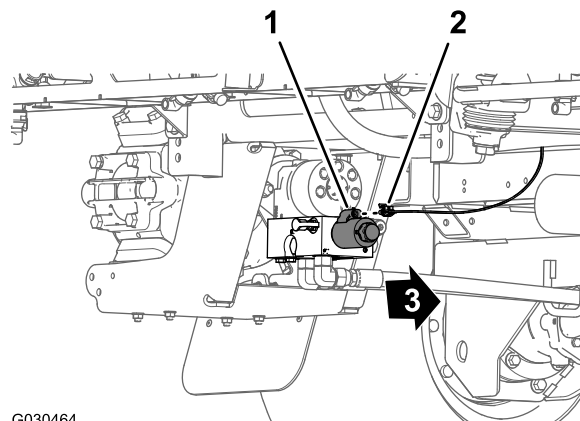

Figura 116
1. Na traseira da máquina — interior da bomba de pulverização, ligue o conector de duas tomadas da secção com 86 cm da cablagem ao conector de dois pinos do relé da bomba (Figura 116).